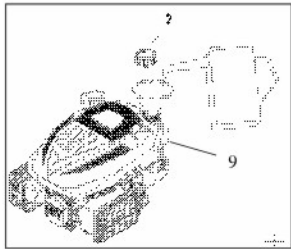

Fig. 5
1. Retire la tapa del depósito de combustible (2).
2. Añada combustible por debajo del límite de nivel de combustible en el cuello del depósito de combustible (9) (consulte la Fig. 5).